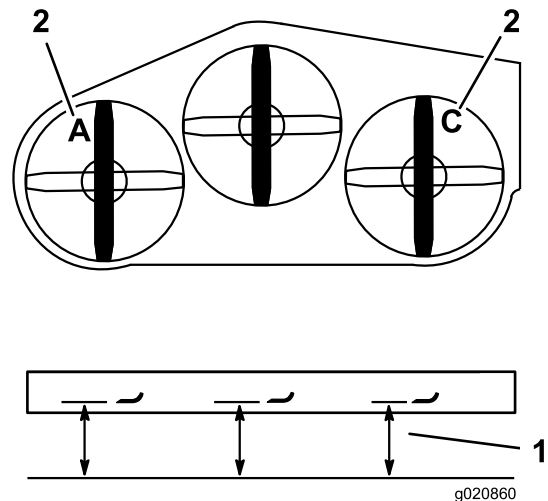

Figura 86
4. Mida la cuchilla izquierda en la posición **A** desde una superficie nivelada hasta el filo de corte de la punta de la cuchilla, y anote esta medida (Figura 86).
5. Mida la cuchilla izquierda en la posición **C** desde una superficie nivelada hasta el filo de corte de la punta de la cuchilla, y anote esta medida (Figura 86).
3. Mida la cuchilla derecha en la posición **C**, desde una superficie nivelada hasta el filo de corte de la punta de la cuchilla, y anote esta medida (Figura 86).